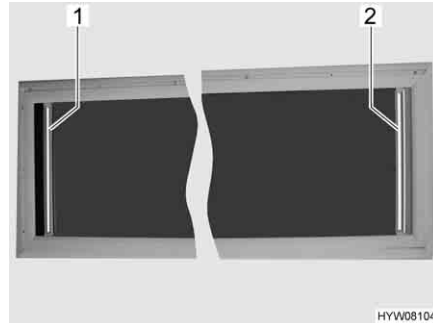

Fig. 42 Finestra apribile sul tetto
- Chiusura:* ■ Afferrare la tendina oscurante pieghevole (Fig. 42,2) per la parte centrale della barra di presa, estrarla e rilasciarla nella posizione desiderata. La tendina oscurante pieghevole rimane in questa posizione.
- Apertura:* ■ Afferrare la tendina oscurante pieghevole (Fig. 42,2) per la parte centrale della barra di presa e spingerla lentamente nella posizione iniziale.
- Chiusura:* ■ Afferrare la protezione contro gli insetti (Fig. 42,1) per la parte centrale della barra di presa, estrarla e rilasciarla nella posizione desiderata. La protezione contro gli insetti rimane in questa posizione.